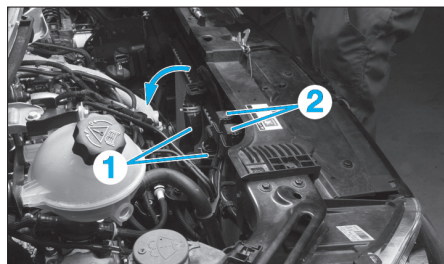

Fig. 46
- Désaccoupler les durits (1) du radiateur de refroidissement moteur (Fig.46).
- Mettre de côté les relais (2).